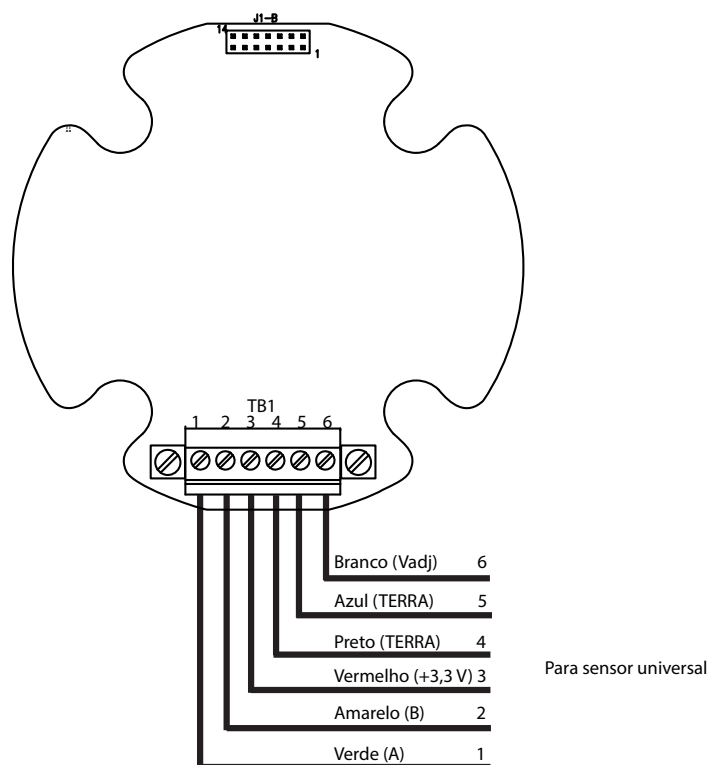

Figura 4-23: Conexão do conjunto do corpo do detector Meridian
2. Afrouxe e remova os quatro (4) espaçadores.
4. Remova os dois (2) parafusos Phillip da tampa do bloco de terminais para acessar o conector de 6 pinos (TB1).
6. Insira os 6 fios no conector de 6 pinos (TB1) 1, 2, 3, 4, 5 e 6 respectivamente, verde (A), amarelo (B), vermelho (3,3 V), preto (terra), azul (terra), e branco (Vadj) (consulte Figura 4-23: Conexão do conjunto do corpo do detector Meridian).